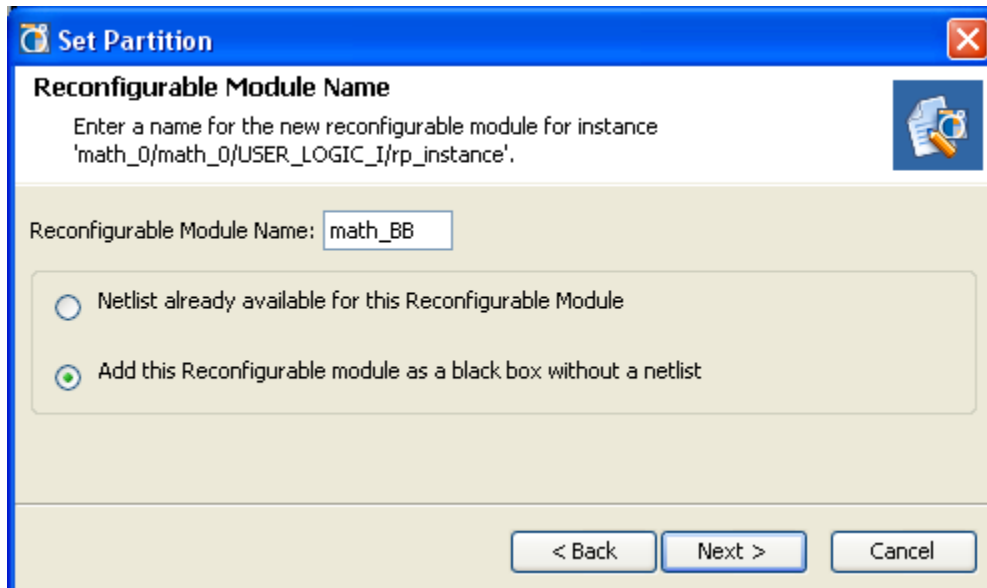

図 15 : パーティションの設定
- 1-11-7.** 図 15 のように、[Set Partition] ダイアログ ボックスが表示されます。